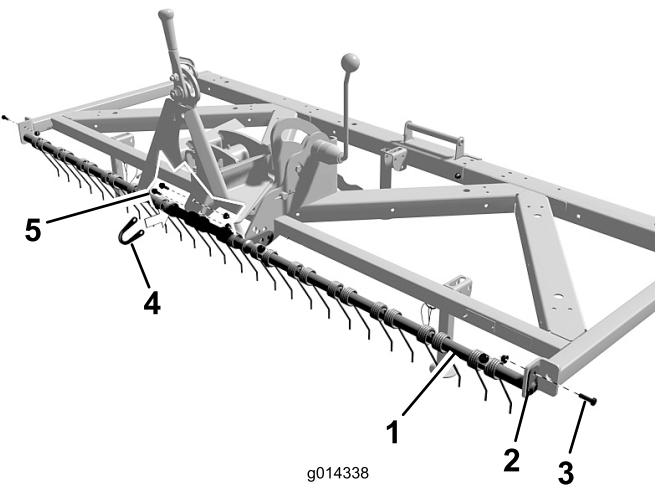

Figura 7
1. Sujete cada extremo de la barra de púas flexibles en cada extremo de la parte delantera del acondicionador de césped con un pasador de pivot y un perno de 5/16 x 1 pulgada. Coloque la barra de púas flexibles según se muestra en Figura 7.
- Sujete la barra de púas flexibles al acondicionador de césped con un soporte de retención y 2 pernos de 5/16 x 1 pulgada (Figura 7).